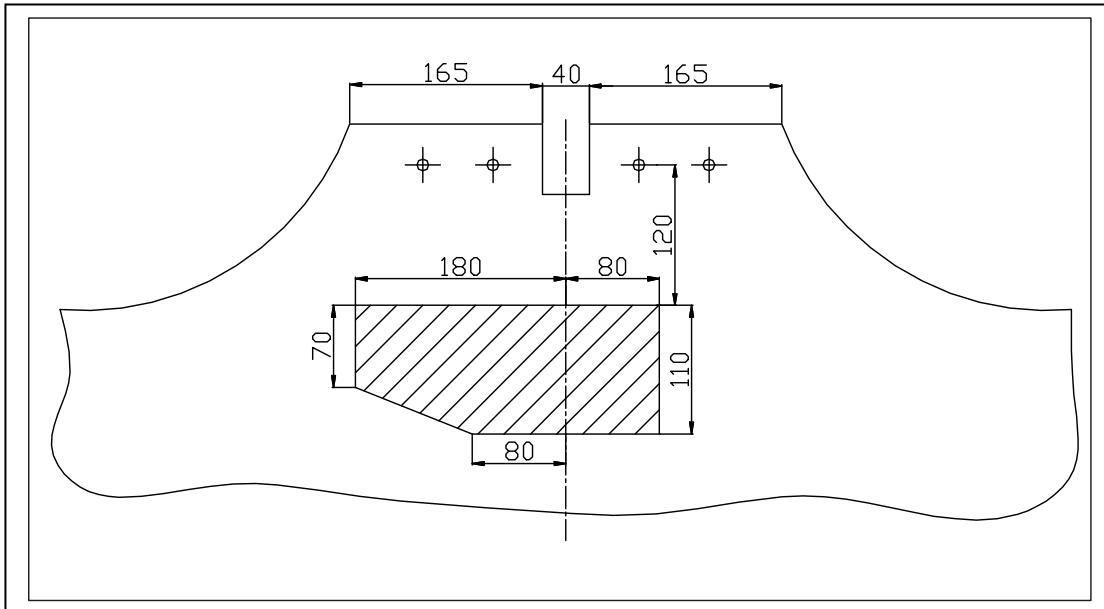

Fig. 1
3. Plaats de monteerstukken (1) en (2) tegen de zijkant van het chassis (aan de binnenkant van het voertuig) en tegen de dwarsplaat achteraan het voertuig. De punten (A) en (B) passen nu met voorziene gaten. Breng bij (A) de buisjes (3), de rondsels en de bouten in via de buitenkant en span lichtjes aan.
4. Breng nu de trekhaak tegen de achterkant van de dwarsplaat zodat de punten (B) van de trekhaak komen te passen met de punten (B) van de monteerstukken (1) en (2). Bouten en moeren inbrengen en alles goed vastzetten.
5. Maak in de onderkant van de bumper een insnijding volgens bijgeleverde tekening (Fig.1) zodat de bolstang en de contactdoos geplaatst kunnen worden.